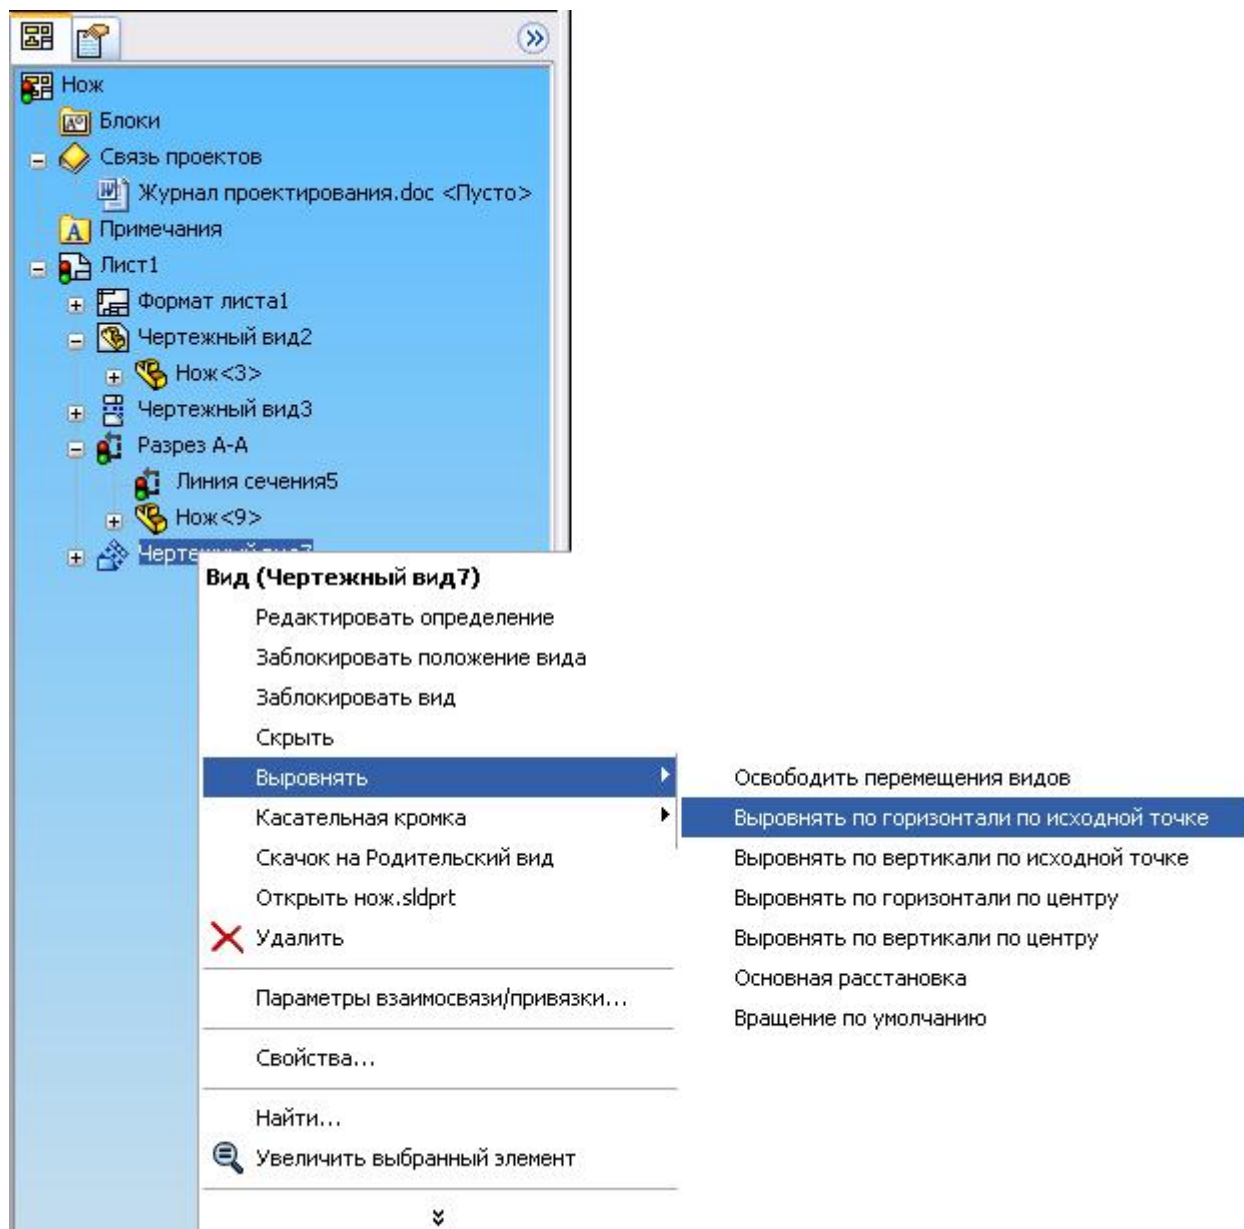

Рис. 14
- Нажмите в Дереве конструирования (Feature Manager) правой кнопкой мыши на элементе **Чертежный вид 7 (вид В)** и в контекстном меню выберите команду **Выровнять/Выровнять по горизонтали по исходной точке** (рис. 14).